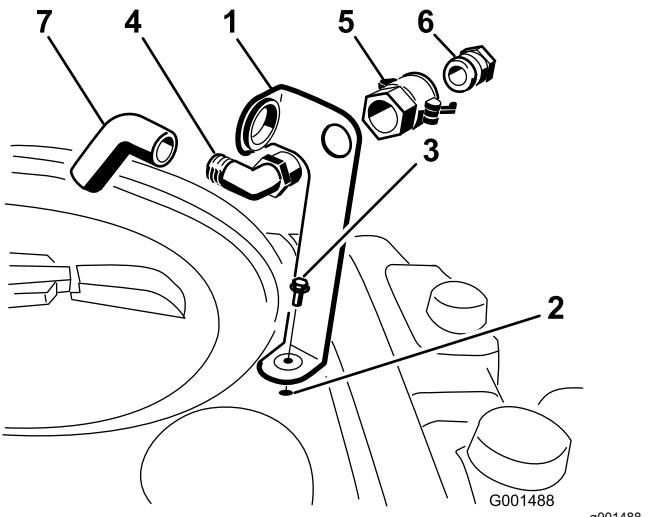

Figure 3
avec un boulon à embase (5/16" x 3/4"), comme montré à la Figure 3.
raccord rapide pour le fixer au support (Figure 3).
3. Raccordez l'adaptateur de flexible au raccord rapide (Figure 3).
4. Bloquez l'adaptateur en place en basculant les leviers vers l'adaptateur puis en les fixant en position avec les goupilles fendues (Figure 3).
5. Insérez le flexible anti-siphonnage dans la grande ouverture du support et branchez-le sur l'extrémité cannelée du raccord coudé à 90 degrés (Figure 3)